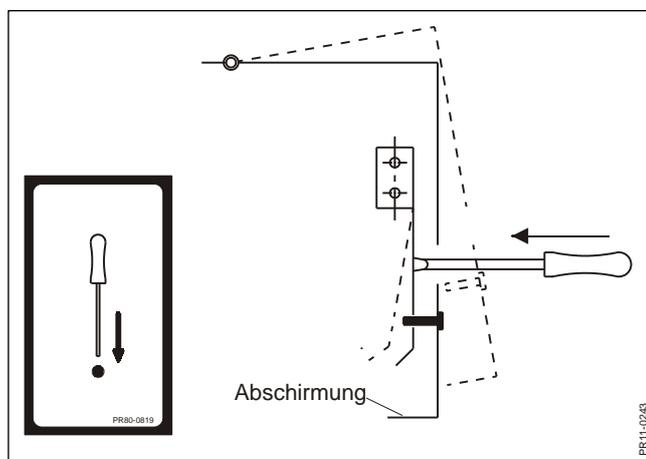

Abb. 7-1
**Abb. 7-1** Bei der Wartung der Maschine müssen Schutzvorrichtungen häufig geöffnet oder entfernt werden. Aus Sicherheitsgründen wurden alle Schutzvorrichtungen mit einer Sperre ausgestattet. Die Verriegelung stellt sicher, dass die Schutzvorrichtung nur mit Werkzeugen geöffnet werden kann. Es gibt zwei unterschiedliche Verriegelungen. Die Abbildung zeigt die Verriegelungsprinzipien und die entsprechende Übertragung, die die Verriegelungen an der Maschine angibt und veranschaulicht.